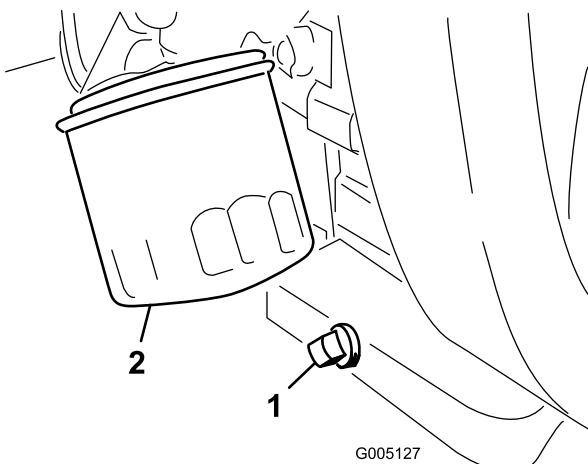

Figura 49
- Retire o tampão de escoamento (Figura 49) e deixe o óleo escorrer para um recipiente adequado. Quando o óleo parar, volte a montar o tampão de escoamento.
2. Retire o filtro do óleo (Figura 49). Aplique uma leve camada de óleo limpo na gaxeta do novo filtro.